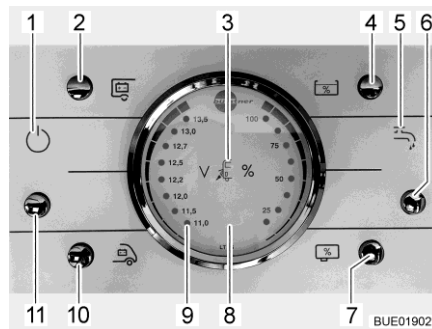

Fig. 184 Pannello di controllo LT 96
Il tasto (Fig. 184,11) inserisce o disinserisce il pannello di controllo e l'alimentazione a 12 V del vano abitabile.
- Accensione:** ■ Premere il tasto (Fig. 184,11): L'alimentazione a 12 V dell'abitacolo è inserita. La spia di controllo (Fig. 184,1) si accende.
- Spegnimento:** ■ Premere il tasto (Fig. 184,11): L'alimentazione a 12 V dell'abitacolo è disinserita. La spia di controllo (Fig. 184,1) si spegne.
Per l'indicatore volt/serbatoio (Fig. 184,8) leggere la scala sinistra. L'indicatore si illumina automaticamente appena viene premuto un tasto.
- Premere il tasto (Fig. 184,10): Viene indicata la tensione della batteria di avviamento.
- Premere il tasto (Fig. 184,2): Viene indicata la tensione della batteria dell'abitacolo.
Per l'indicatore volt/serbatoio (Fig. 184,8) leggere la scala destra. L'indicatore si illumina automaticamente appena viene premuto un tasto.
- Premere il tasto (Fig. 184,4): Viene indicato il livello del serbatoio dell'acqua.
- Premere il tasto (Fig. 184,7): Viene indicato il livello del serbatoio delle acque grigie.
- Premere il tasto (Fig. 184,6): L'alimentazione idrica è accesa. La spia di controllo della pompa dell'acqua (Fig. 184,5) si accende.
- Premere il tasto (Fig. 184,6): L'alimentazione idrica è spenta. La spia di controllo della pompa dell'acqua (Fig. 184,5) si spegne.
La spia luminosa rossa "ALARM" (Fig. 184,9) inizia a lampeggiare non appena la tensione della batteria dell'abitacolo scende al di sotto di 11 V (misurazione durante il normale esercizio) con conseguente rischio che la batteria si scarichi troppo.
La spia di controllo a 12 V (Fig. 184,1) si accende non appena viene inserito il tasto principale dei 12 V (Fig. 184,11).
La spia di controllo a 230 V (Fig. 184,3) si accende quando all'ingresso della centralina elettrica è presente una tensione di rete.